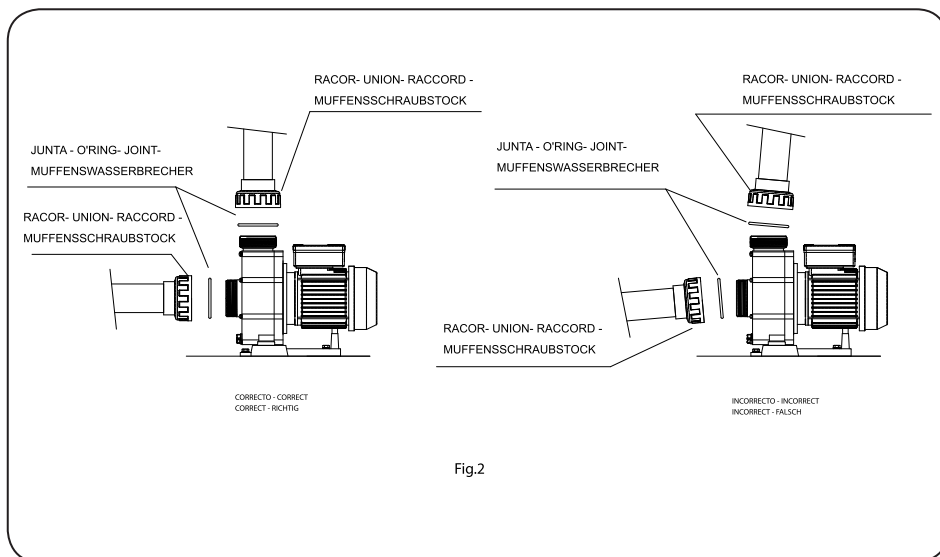

Fig.2
- ! • La conexión de la tubería debe efectuarse roscada a las bocas de la bomba (fig.2)
- La instalación de los tubos de impulsión se hará completamente perpendicular y bien centrada respecto a la boca a conectar con el fin de evitar que la bomba y el tubo estén sometidos a unos esfuerzos externos que, a parte de dificultar el montaje, podría llegar a romperlos. (Fig. 2)
- La tubería de aspiración se instalará con una ligera pendiente hacia la bomba del 2% evitando, así mismo, la formación de bolsas de aire. (Fig.2).